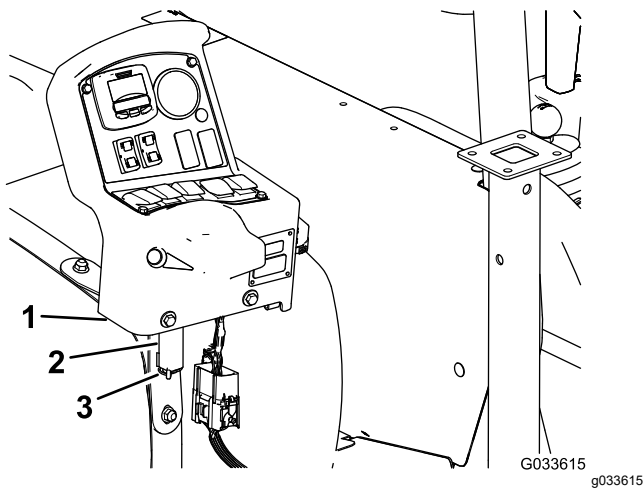

Figure 134
7. Déposez la console de son support sur la planche de bord de la machine et alignez l'axe de pivotement de la console sur le support de rangement au niveau de la sangle avant de la cuve (Figure 134); voir Montage de la console de commande sur la machine \(page 20\).
- Montez la console sur le support et fixez l'axe de pivot sur le support avec la goupille fendue (Figure 134).